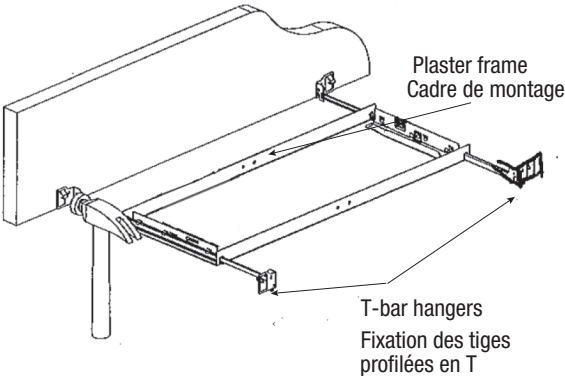

Fig. 6
* See Fig. 6 for new construction installation (plaster frame installation).
* Voir la Fig. 6 pour installer le luminaire dans une nouvelle construction en utilisant le cadre de montage.